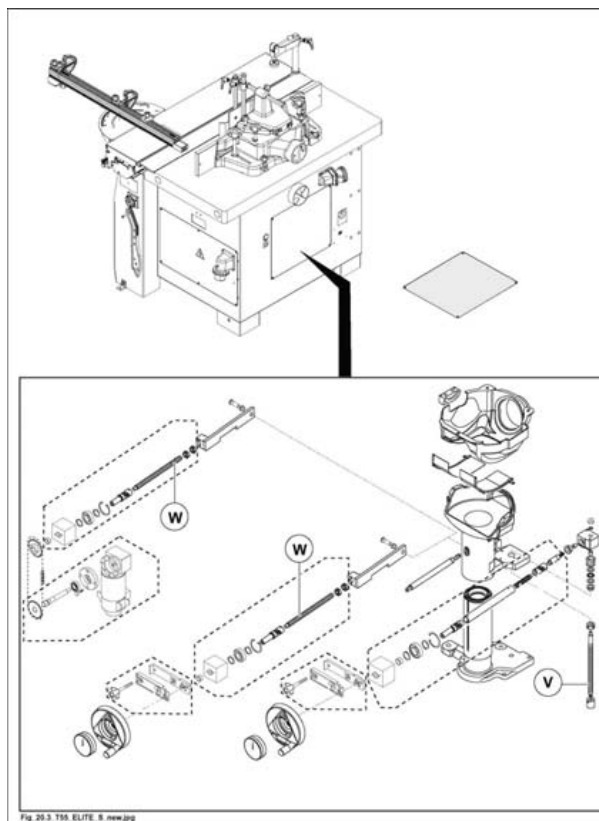

Fig. 20.3
- 4) La vite di sollevamento (V fig. 20.3) dell'albero toupie
5) La vite per l'inclinazione (W fig. 20.3) dell'albero toupie